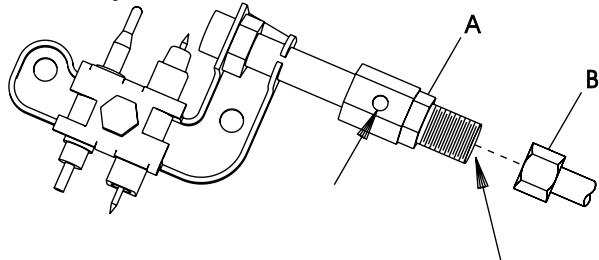

Figura 18
5. Desconectar el tubo del piloto (ver Figura 18, Pág. 15). Sujetar la tuerca A con una llave mientras que se sujeteta la tuerca B con una segunda llave.